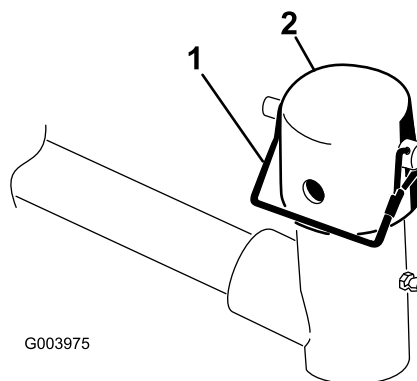

Figure 6
6. Retirez la goupille à fermoir et le capuchon de la chape de pivot du bras de relevage (Figure 6).
10. Fixez le capuchon et l'arbre du bâti porteur à la chape du bras de relevage avec la goupille à fermoir (Figure 6).